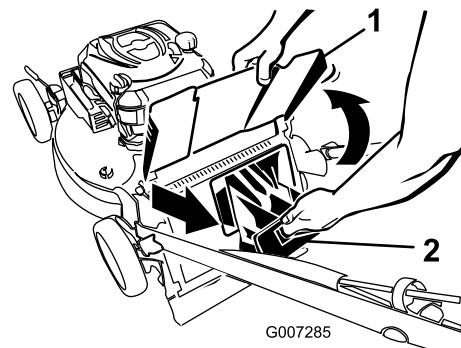

Figura 32
- Sollevate il deflettore di scarico e tenetelo sollevato (Figura 32).
- Estraete il coperchio di scarico posteriore (Figura 32).